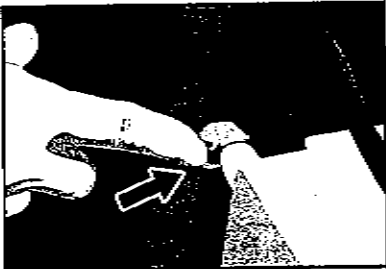

Fig.38
6. Pour détacher le réservoir d'eau externe, appuyez sur le bouton de déclenchement (argenté) trouvé sur le raccord rapide du caisson. Saisissez les poignée détachées sur chaque côté du réservoir. Levez le réservoir et le tirez vers vous. Voir Fig.38, 39